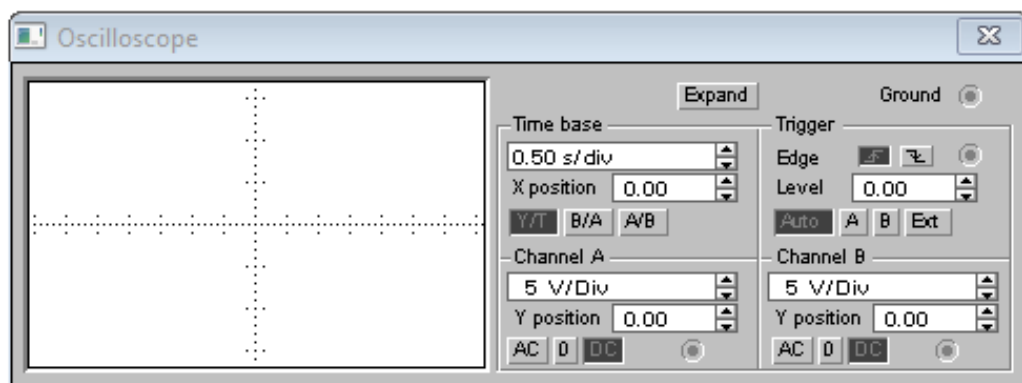

Рисунок 10.3
7.3.2. Двойным нажатием левой кнопкой мыши на осциллографе откройте окно «Oscilloscope» (См. Рис. 10.3). Для расширения возможностей осциллографа нажмите кнопку «Expand»